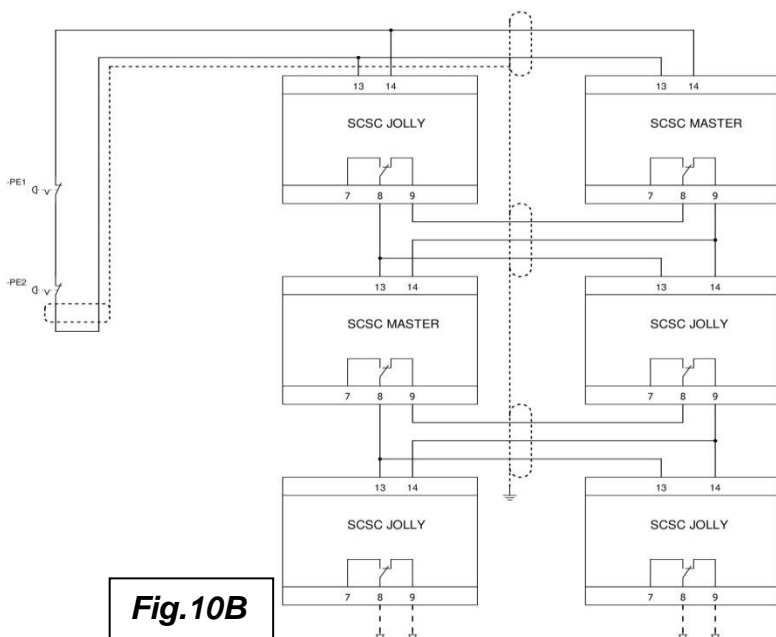

Fig.10B
- Usare i morsetti 8 - 9 come pulsanti di emergenza per azionare lo sgancio con altri dispositivi in parallelo. Vedi Schema Fig. 10B – 10D a Pag. 8
Lo schema **Fig.10B**, mostra lo sgancio generale di 6 dispositivi. Per ridurre il carico sulla linea pulsanti vengono attivati solo 2 dispositivi i quali agiscono su 2 altri dispositivi tramite i contatti **-NC-** dei relè interni **K2** “morsetti 8 – 9” che fungendo da pulsanti attivano il comando di sgancio agli apparecchi che seguono.